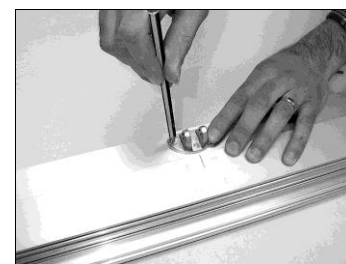

Рис. 4
- D. Установите передний кронштейн у отметки средней линии на подвижной части оконного блока и отметьте на ней места для сверления трех крепежных отверстий (Рис. 4).
- Д. Установите передний кронштейн у отметки средней линии на неподвижной части оконного блока и отметьте на ней места для сверления трех крепежных отверстий (Рис. 4).